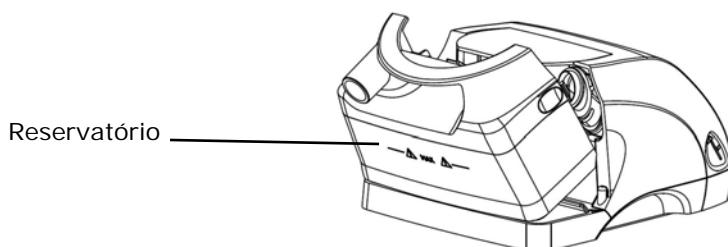

Figura 9 – Inclinação do reservatório
2. Incline o reservatório para trás, conforme ilustrado na Figura 9. Retire o reservatório da máquina.